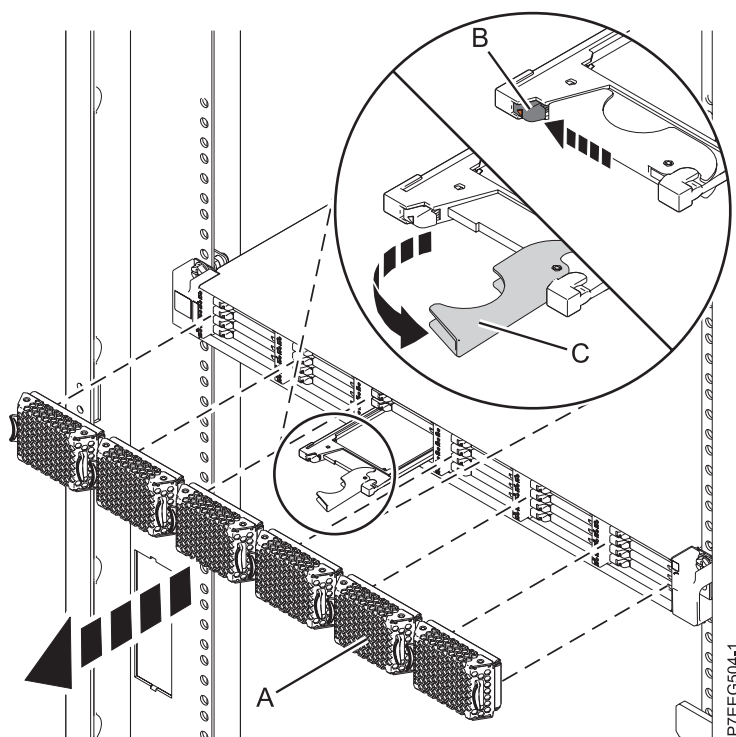

Figure 18. Retrait de l'unité SSD du boîtier de stockage PCIe 58/88
1. Retirez le panneau (A) qui couvre l'emplacement contenant l'unité SSD. Pour plus d'informations, voir figure 18.
2. Poussez doucement le taquet de déverrouillage (B) pour déverrouiller la poignée de l'unité.
3. Saisissez la poignée (C) et tirez partiellement l'unité hors de l'emplacement.